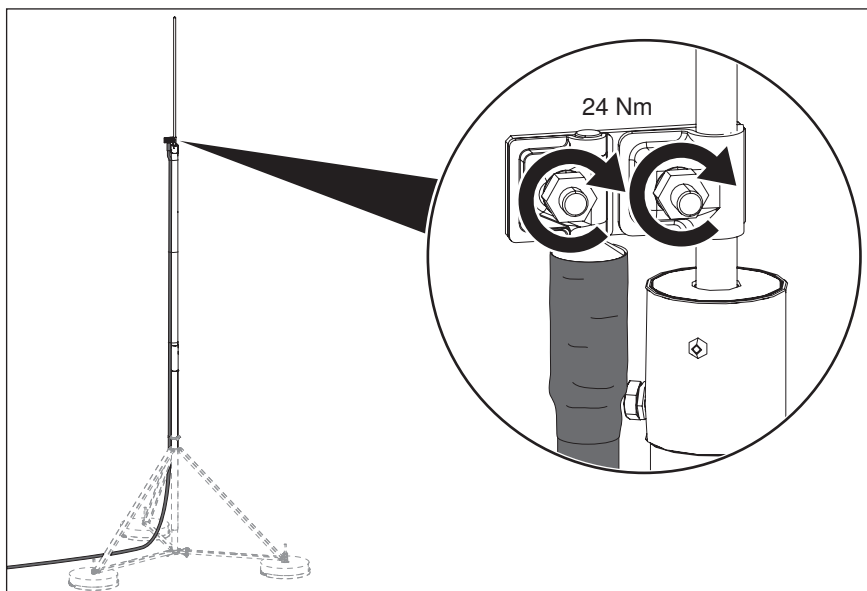

Рис. 41: Соединительную пластину для токоотвода isCon установить на молниеприемной мачте
- Соединительную пластину (тип isCon AP1-16 VA) установить на нижнем конце молниеприемного стержня, как показано на Рис. 41. Момент затяжки: 24 Нм.